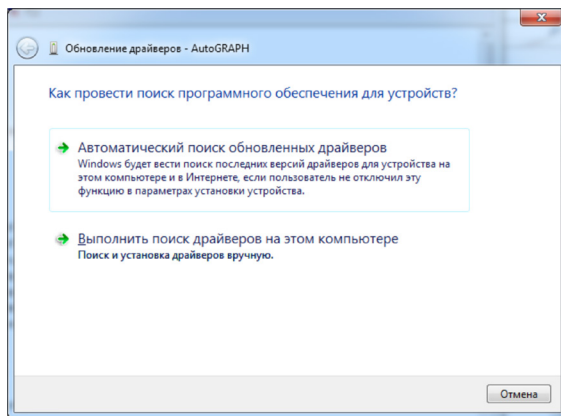

Рис.2.
4. В Диспетчере устройств системы вызовите «Мастер обновления драйверов» для устройства «AutoGRAPH» и выполните поиск драйверов вручную, выбрав пункт «Выполнить поиск драйверов на этом компьютере» (Рис.2).